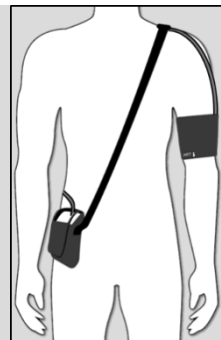

Abb. 1: Mobil-O-Graph®
- Sorgen Sie für den richtigen Sitz von Schultergurt/Hüftgürtel und Manschettenschlauch, siehe Abb. 1.
- Der Schlauchanschluss an der Manschette muss nach oben gerichtet sein, siehe Abb. 1.